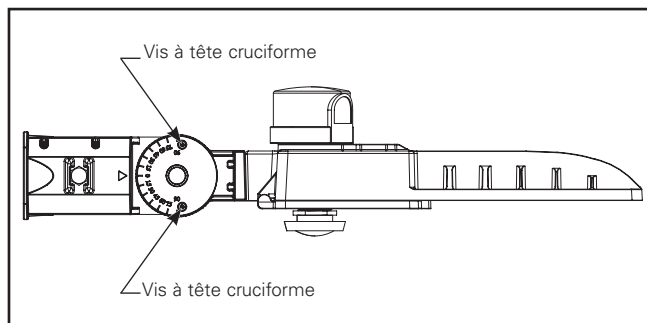

Figure 2.
1. Retirez le couvre-joint de l'adaptateur d'emboîtement du bras de montage à l'aide de deux vis à tête cruciforme et mettez-le de côté (figure 2). Pas besoin de retirer complètement les quatre vis à tête cruciforme, il y a un anneau en caoutchouc sur chaque vis pour la maintenir sur le couvre-joint.
- Réinstallez le couvre-joint de l'adaptateur d'emboîtement à l'aide de deux vis à tête cruciforme (figure 2).